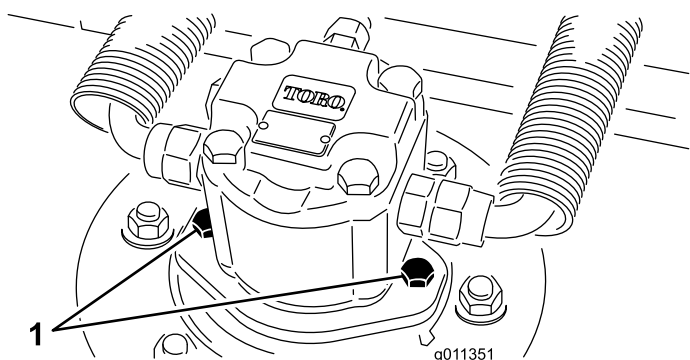

Figura 80
2. Scollegate e staccate il motore idraulico dal piatto di taglio (Figura 80). Coprite la parte superiore del mandrino per impedire che venga contaminato.
4. Montate il motore idraulico sul piatto di taglio (Figura 80). Verificate che l'O-ring sia in sede e non sia danneggiato.